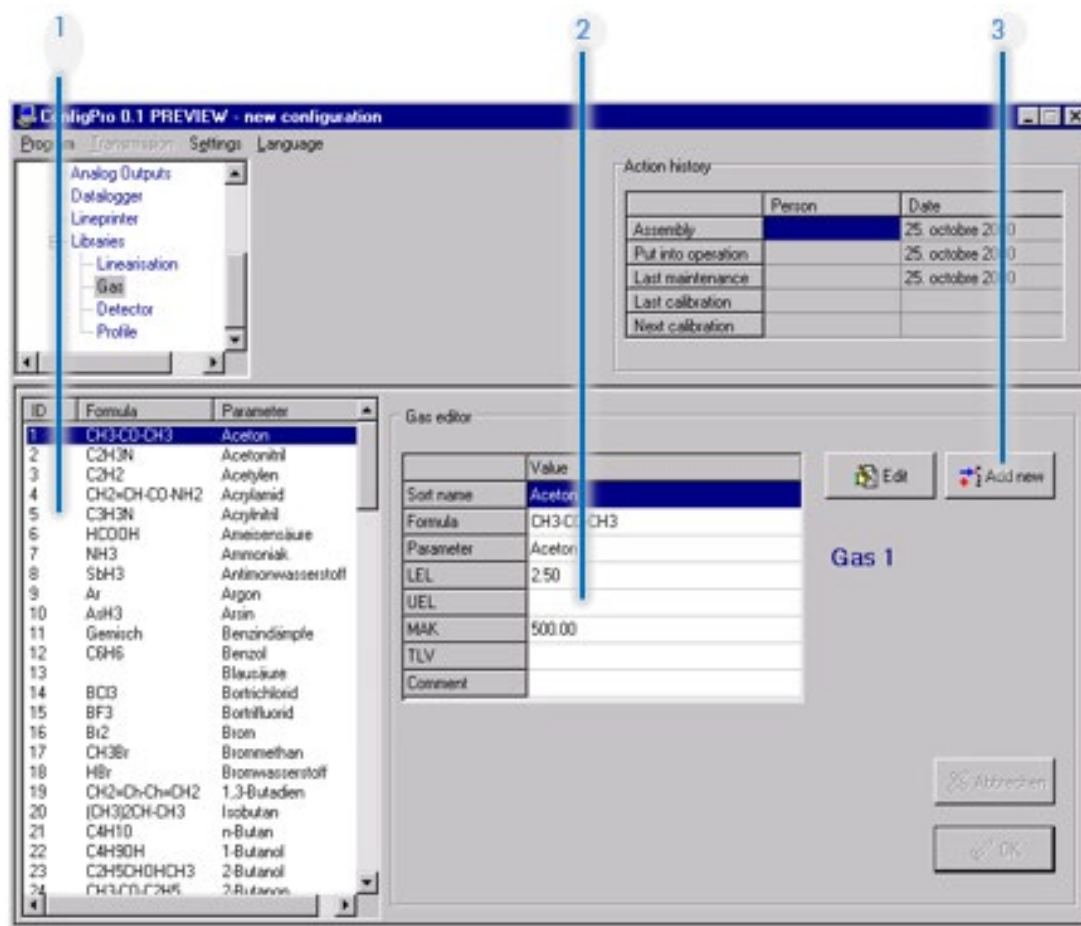

Figure 12-23
- choix du gaz détecté dans une liste gardée en mémoire : fenêtre (rep 1, Figure 12-23).
- affichage automatique des caractéristiques de ce gaz (rep 2, Figure 12-23).
- cette fenêtre (rep 3, Figure 12-23) permet de préprogrammer un autre gaz non disponible dans la liste actuelle.